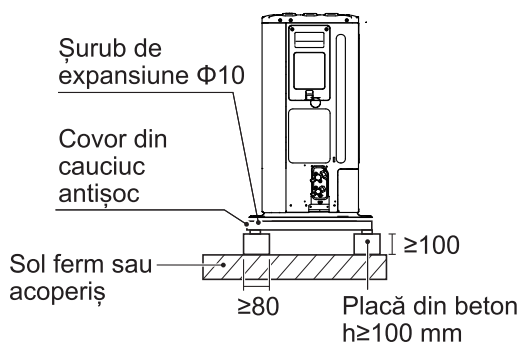

Fig: 6-3
- Dacă apa nu se scurge cu ușurință din unitate, montați unitatea pe o fundație din blocuri de beton etc. [Înălțimea fundației trebuie să fie de aproximativ 100 mm (consultați Fig. 6-3)].